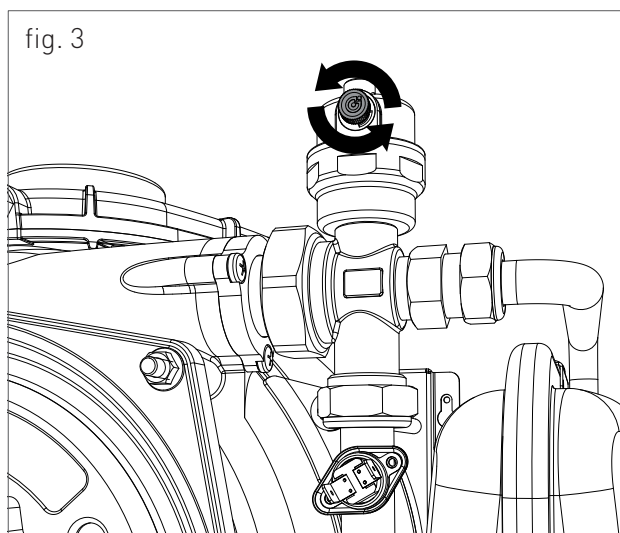

fig. 3
3. allentare leggermente il tappo della valvola jolly posizionata in alto al blocco a condensazione (fig. 3) per permettere all'aria di fuoriuscire dal punto più alto dell'impianto;